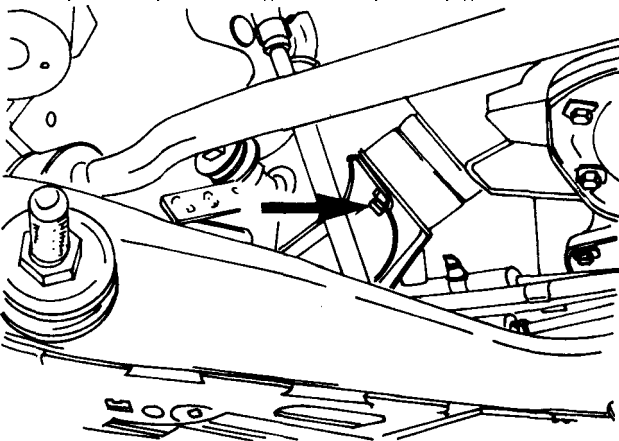

Рис. 1.49. Стрелка указывает гайку подушки подвески двигателя.
41. Закрепите болтами переднюю подушку подвески двигателя (см. рис. 1.49).